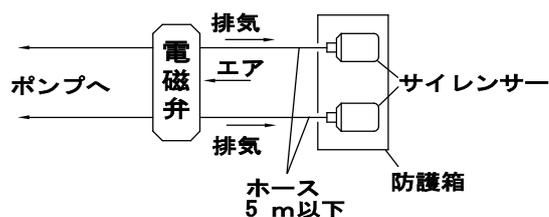

Fig.3.2
- ❗ ・ホースの先端部にはダイアフラムが破損した場合の液材の流出を想定して、必ずピット、防護箱などを設置してください。（Fig.3.2）